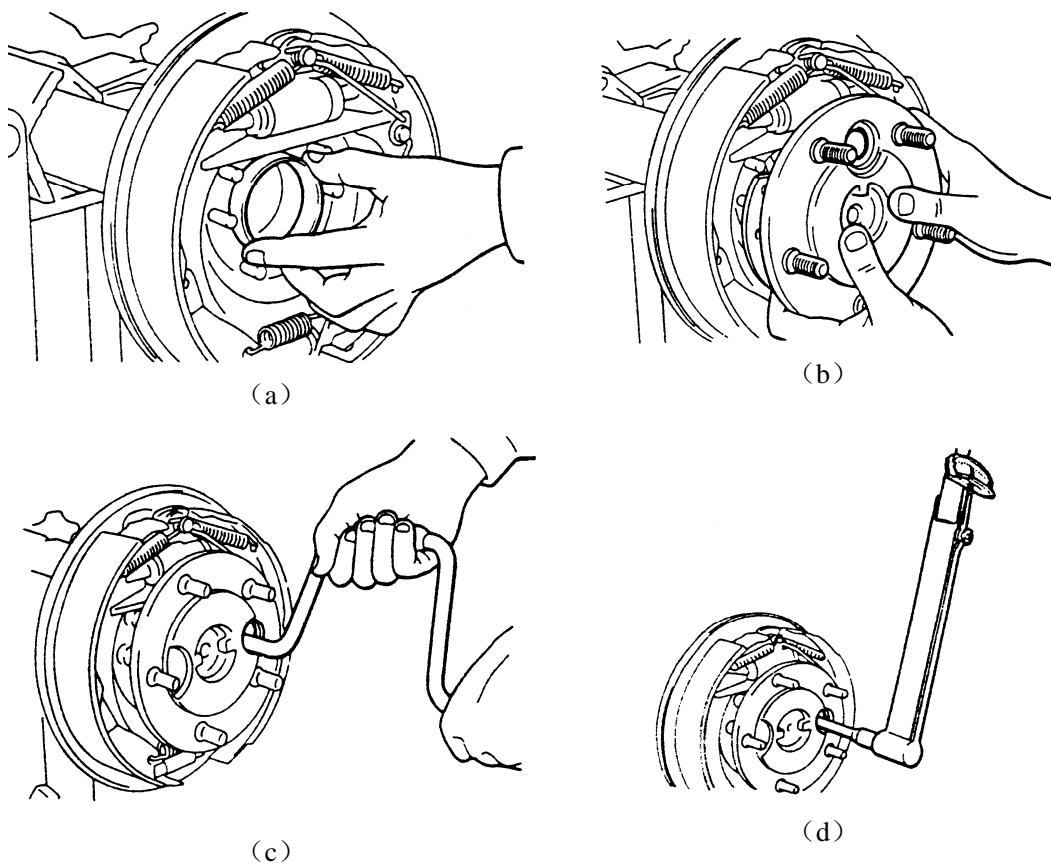

图 4-100 安装轴承外座圈
(1) 装上底板固定螺栓与底板总成。如图 4-100 (a) 所示，装上轴承座圈至管内轴承孔内，确定座圈背面抵住管内的轴承座。
(2) 如图 4-100 (b) 所示，将后半轴装入轮壳内，小心切勿损伤滚柱轴承。对齐固定板孔及螺栓后尽可能地将后半轴推入轮壳深处。
(3) 用手转动底板螺栓上的螺母后，再用快速扳手按图 4-100 (c) 所示锁紧。注意螺母锁止时必须确定油封及外座圈都能正常地抵住轮壳上的轴承内座圈。
(4) 按图 4-100 (d) 所示使用扭力扳手，组装制动鼓、固定器螺母及车轮等。